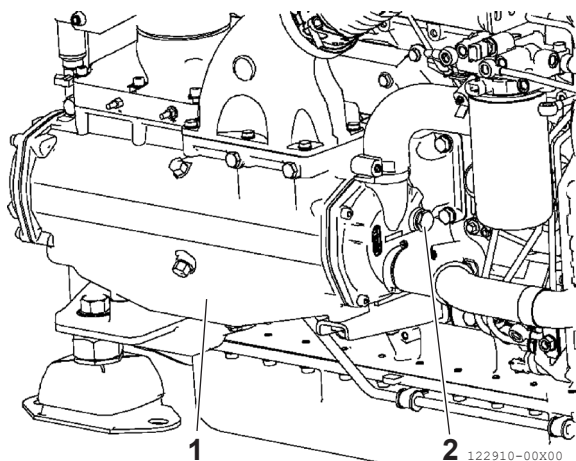

Bild 4
1. Avlägsna zinkanoden (**bild 4, (2))** genom att skruva loss den från havsvatten-/luftvärmväxlaren (**bild 4, (1))**.
2. Kontrollera korrosionen på zinkanoden (**bild 4, (2))**. Om korrosionen överstiger 50 % av volymen ska den bytas ut. För in zinkanoden (**bild 4, (2))** i havsvatten/luftvärmväxlaren (**bild 4, (1))** och momentdra till 30 +/- 3 N·m.